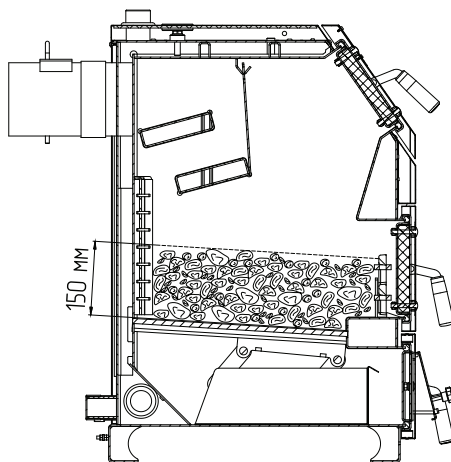

Рис.7 Заполнение котла топливом для номинального режима
- Поддерживайте слой топлива на колосниковой решетке около 150 мм (**Рис.7**);